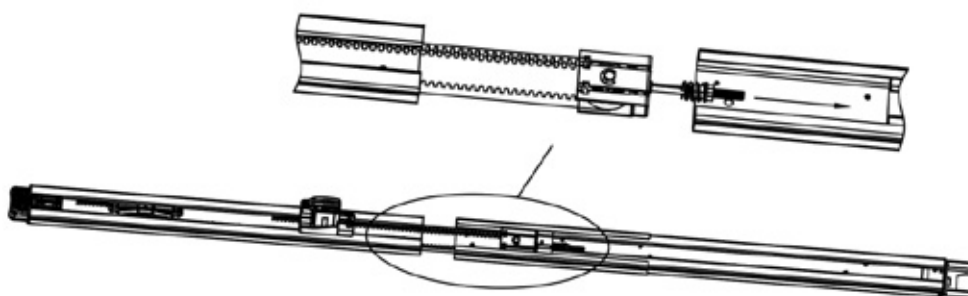

Fig. 6
6. Siguiendo la Fig. 6, instala el embrague